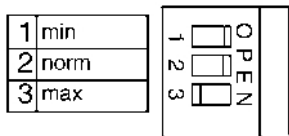

Abb. 14: DIP-Schalter
3. DIP-Schalter an der elektronischen Schaltung auf die gewünschte Dosierleistung *min*, *norm* oder *max* umstellen (siehe Abbildung 14).